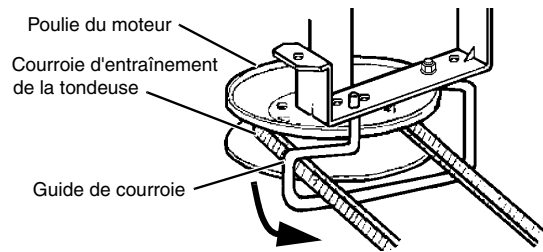

FIGURE 38
- Tirer sur le côté gauche du guide de courroie et tourner en l'écartant de la poulie du moteur. (voir FIGURE 38). Installer la courroie sur la poulie et remettre le guide de courroie à sa position d'origine. S'assurer que le guide est calé dans le trou.
Bloc tondeuse de 96 cm (voir FIGURE 38 et 40) :
Bloc tondeuse de 107 cm (voir FIGURE 38 et 41) :
Bloc tondeuse de 117 cm (voir FIGURE 38 et 42) :